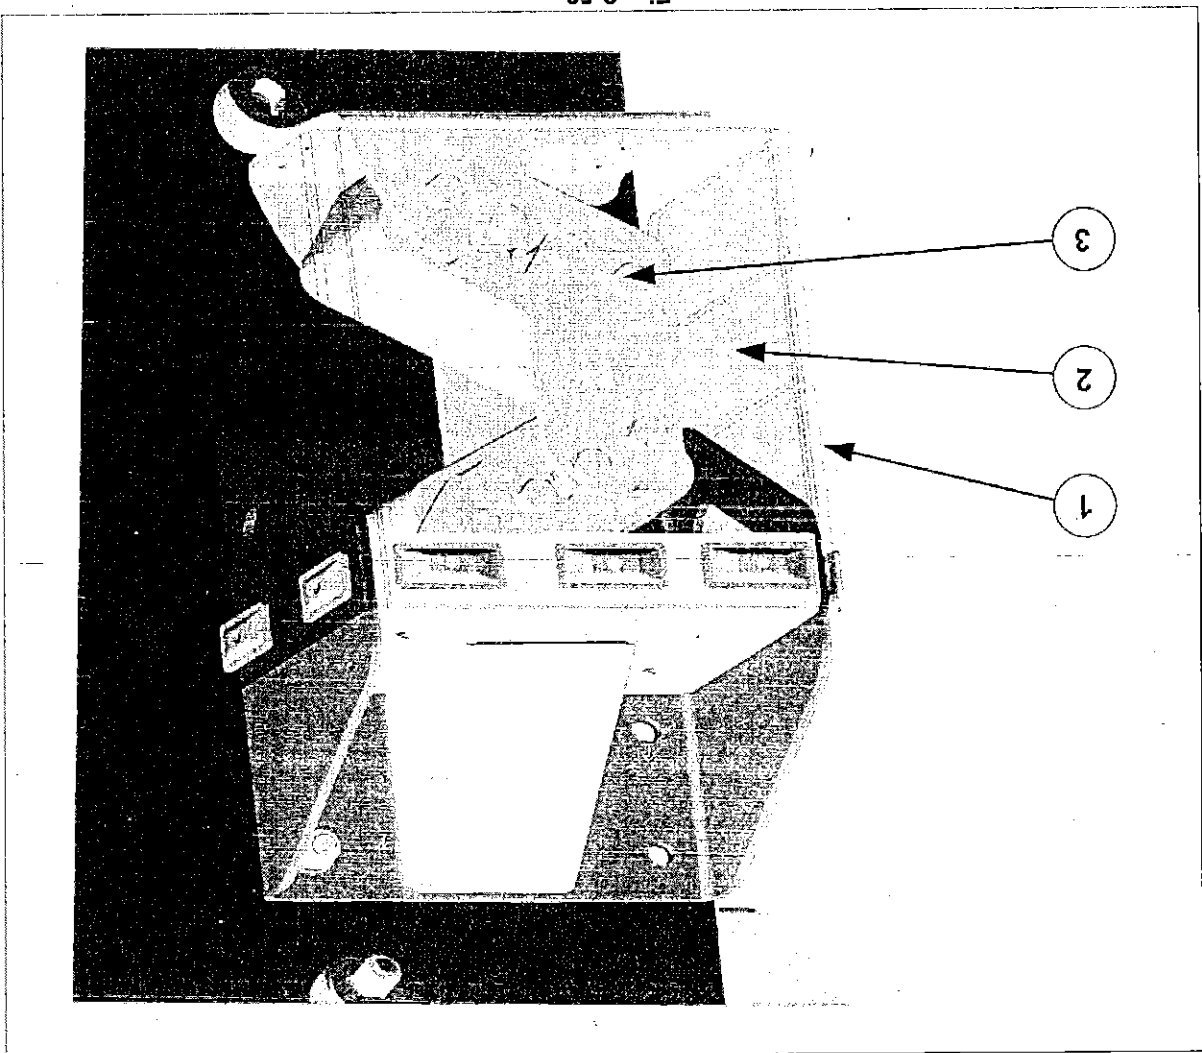

Fig. 8-53
- 3) Smontare le protezioni delle molle pos. 1 e 2 di fig. 8-53.
- 6) Procedere alla sostituzione della o delle molle portanti pos. 3 fig. 8-53.